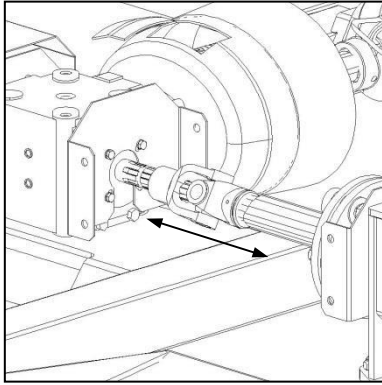
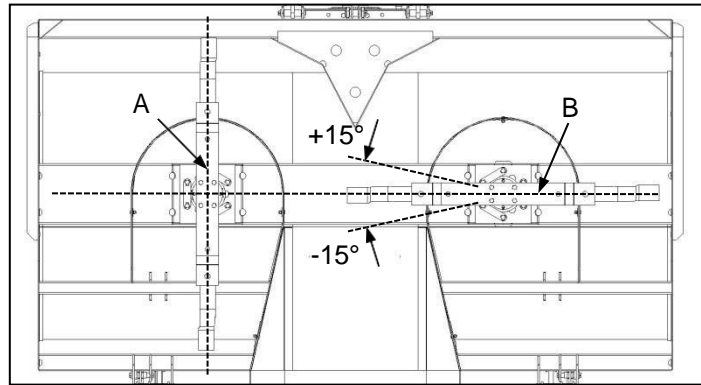

Fig. 7
Fig. 8
- ✔ Fully assemble one half (e.g., left-hand side) of the implement drivetrain and place the blades of that cutting gear assembly in a 0°-180° position (Fig. 8-A).
- ✔ With the right-hand side intermediate shaft disconnected from the center gearbox (Fig. 7), slowly rotate the right-hand cutting gear assembly, pausing on each occasion that the blades are in an approximate 90°-270° orientation (Fig. 8-B).
- ✔ Monteer een helfte (bv. die linkerkant) van die asstel volledig en plaas die lemme van daardie snymeganismemontering in 'n 0°-180°-posisie (Fig. 8-A).
- ✔ Met die regterkantste tussenas ontkoppel van die sentrale ratkas (Fig. 7), draai die regterkantste snymeganismemontering stadig en stop elke keer wanneer die lemme in ongeveer 'n 90°-270°-oriëntasie is (Fig. 8-B).